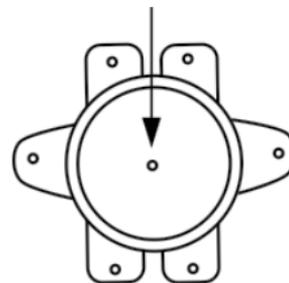

Рис. 6
4. На входной патрубок обозначенный голубым цветом и стрелкой направления течения воды накрутите предохранительный клапан так, чтобы течение воды совпадало с направлением стрелки на корпусе клапана. На отверстие сброса давления предохранительного клапана (см. рис. 6) оденьте дренажную трубку* для отвода воды (возможно появление при нагревании) в канализацию (трубку необходимо направить строго вниз, запрещено её перегибать).